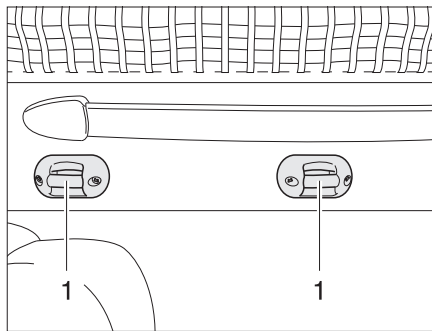

Fig. 139 Fixation échelle de montée
- Accrocher l'échelle de montée par les deux étriers aux crampillons (Fig. 139,1) se trouvant sur le lit escamotable.